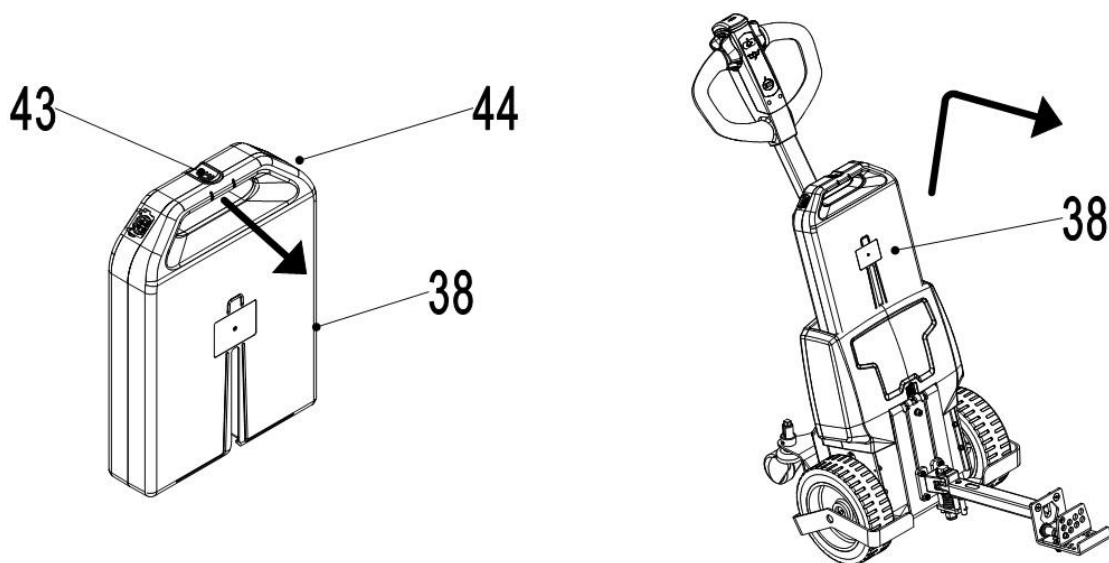

Рис. 15: Извлечение АКБ
- Разблокируйте замок аккумулятора (рис. 15, поз. 43).
- Поднимите аккумулятор (рис. 15, поз. 38) вверх за ручку аккумулятора (рис. 15, поз. 44).